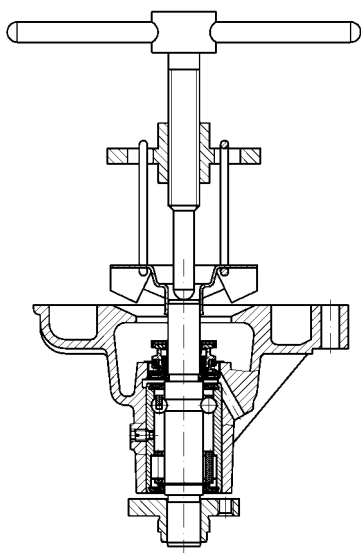

Рис.127. Снятие крыльчатки
- с помощью съемника снять крыльчатку (рис.127);